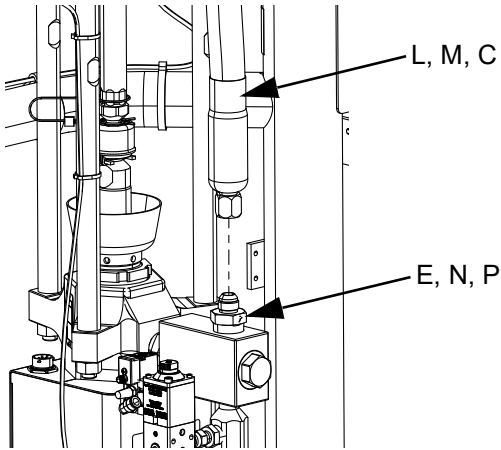

FIG. 22
4. Enkelt iQ tryckmatarsystem: Anslut matningsslang 1 (C) på tryckmatarsystemkopplingen till matningsslang 1 (E), såsom visas i FIG. 1 och FIG. 22.
- a. Anslut tandemslang 1 (L) på tryckmatarsystem 1-kopplingen till tandemslang 1 (N), såsom visas i FIG. 2 och FIG. 22.
- b. Anslut tandemslang 2 (M) på tryckmatarsystem 2-kopplingen till tandemslang 2 (P), såsom visas i FIG. 2 och FIG. 22.